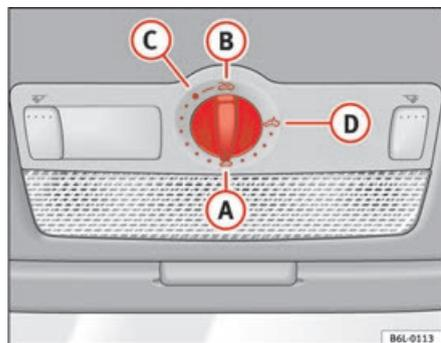

Fig. 54 Pormenor do revestimento interior do tejadilho: botão giratório do tecto de abrir / de levantar
- Rodar o botão giratório para a posição **A** ⇒ fig. 54 ⇒